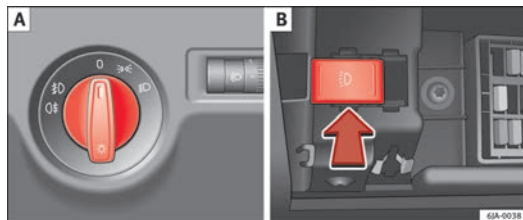

Fig. 55 Painel de instrumentos: Comando das luzes/Fusíveis: Comando das luzes de circulação diurna
A localização dos comandos de controlo dos veículos **com o volante à direita** difere parcialmente da mostrada nas figuras aqui apresentadas ⇒ Fig. 55 ⇒ Página 96. No entanto, os símbolos que indicam as respectivas posições dos comandos são iguais.
- Rode o interruptor das luzes ⇒ Fig. 55 [A] para a posição ➤.
- Rode o interruptor das luzes ⇒ Fig. 55 [A] para a posição 0.
Rode o interruptor das luzes ⇒ Fig. 55 [A] ⇒ Página 96 para a posição 0.
- Pressione o botão ⇒ Fig. 55 [B] ⇒ Página 96 **para a direita**.
- Pressione o botão ⇒ Fig. 55 [B] ⇒ Página 96 **para a esquerda**.
- Rode o interruptor das luzes ⇒ Fig. 55  ⇒ Página 96 para a posição  e tranque o veículo.